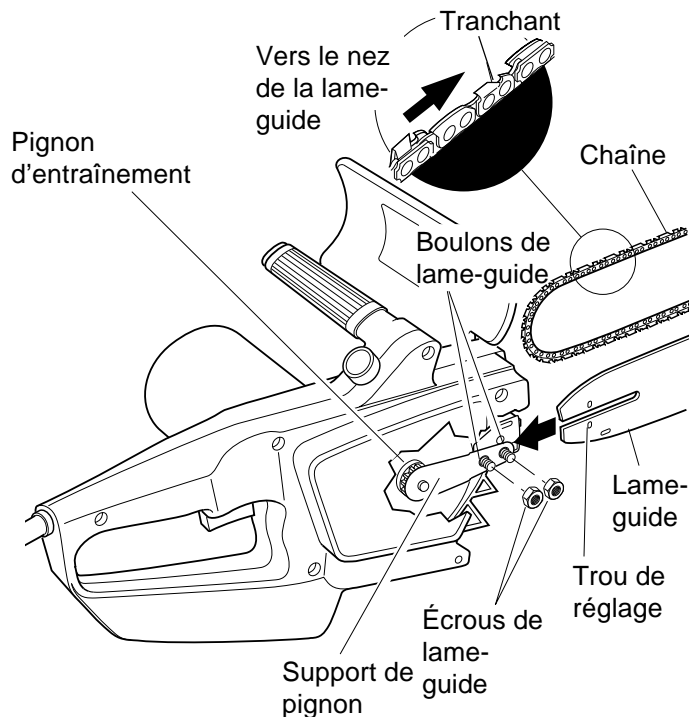

Figure 3 - Assemblage de la lame-guide, de la chaîne et de l'écran de protection de la main
2. Dévisser les écrous des boulons de la lame-guide. (Voir la figure 3.)
6. Placer la chaîne autour du pignon d'entraînement puis le long de la rainure supérieure de la lame-guide et autour du nez de la lame-guide. *Note* : S'assurer que les tranchants de la chaîne sont tournés dans le bon sens. Positionner la chaîne de manière que les tranchants se trouvant sur le haut de la lame-guide soient tournés vers le nez de la lame-guide. (Voir la figure 3.)
1. Avant de régler la chaîne, s'assurer que les écrous de la lame-guide sont serrés seulement à la force des doigts. (Voir la figure 3, page 7.) Veiller aussi à ce que le bloc de réglage soit dans le trou de réglage ovale, sur la lame-guide. (Voir les figures 3 et 4, page 7.)